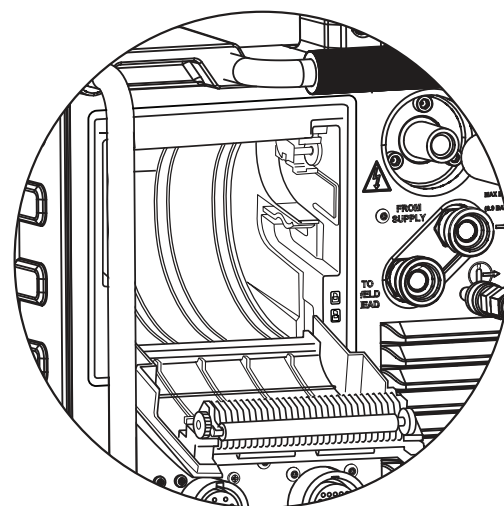

Рис. 51. Извлечение рулона бумаги
2. Извлеките старый рулон бумаги (рис. 51).